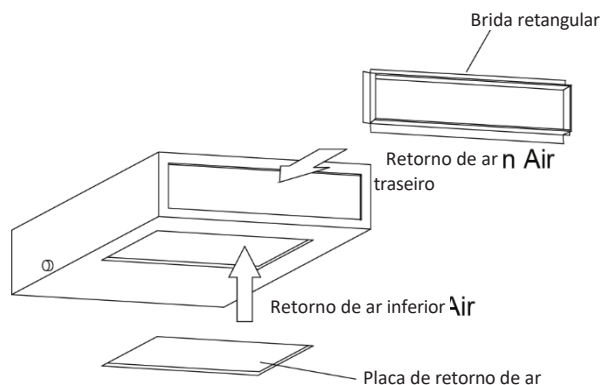

Fig. 4.23
- 1 Por predefinição, a cobertura retangular está localizada na parte traseira antes da saída da fábrica. A cobertura de retorno de ar está localizada na parte inferior, ver Fig. 4.23.